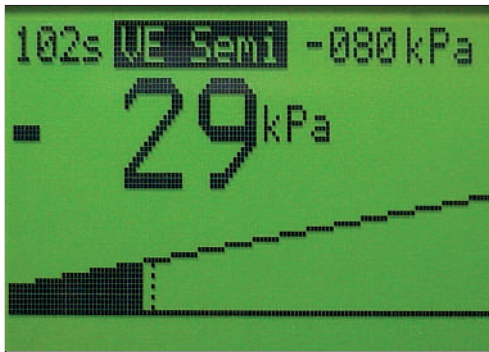

Bild 22. Automatischer Vakuumaufbau im VE Semi Modus
- Nach Erreichen des Grundvakuums von -20kPa wartet das Gerät auf das Drücken der Saugglockentaste. Während dieser Wartezeit wird ein Signalton ausgegeben, der synchron zum Blinken der grünen LED ein- bzw. ausgeschaltet wird. Mit dem Drücken der Saugglockentaste verschwindet der Signalton und der automatische Vakuumaufbau wird gestartet (Bild 22).